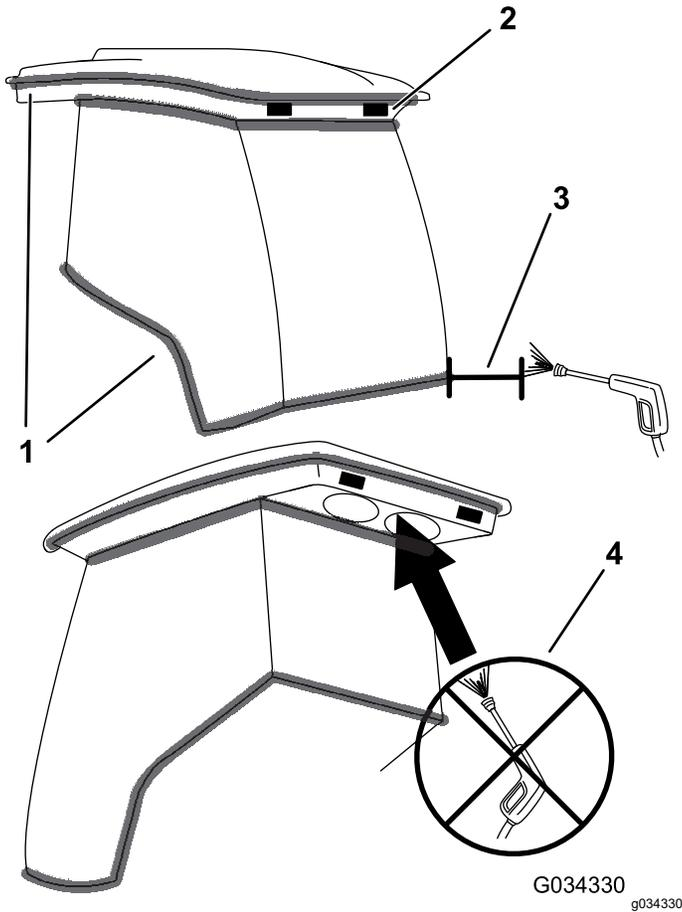

Figure 58
**Important:** Faites attention près des joints et des éclairages de la cabine (Figure 58). Si vous utilisez un nettoyeur haute pression, n'approchez pas le jet à moins de 0,6 m (2 pi) de la machine. Ne dirigez pas le jet haute pression directement sur les joints et les éclairages de la cabine ou sous le surplomb arrière.